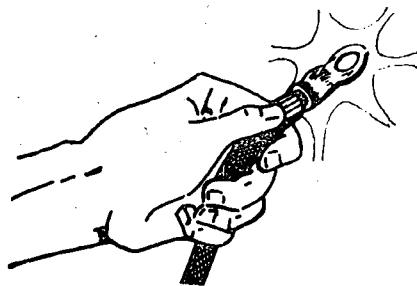

Fig. 5
- b Limpe os terminais (fig. 5)